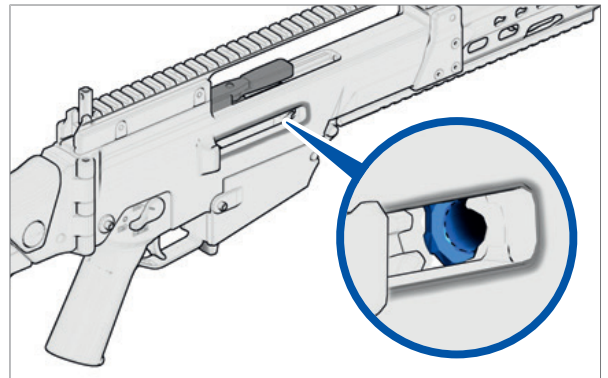

Abb. 14: In das Patronenlager schauen
4. In das Patronenlager schauen (Abb. 14). Es darf sich keine Patrone im Patronenlager befinden. Befindet sich eine Patrone im Patronenlager, liegt eine Störung vor. ► Störungen: Ursachen und Beseitigung.